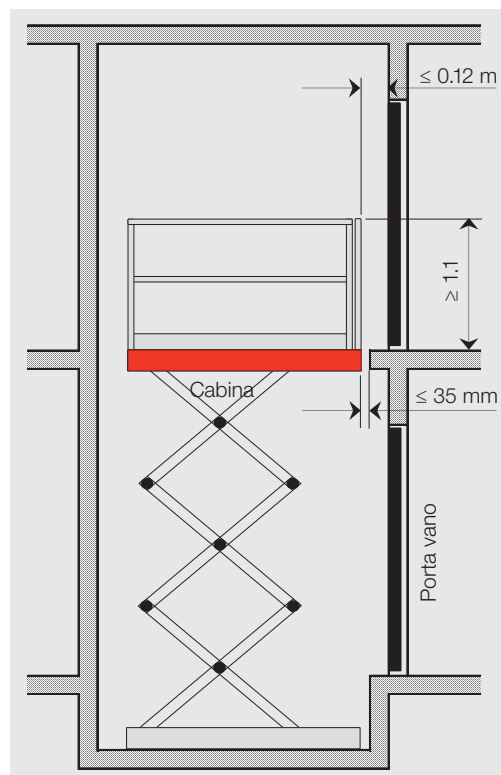

Fig. 1: ascensore per merci con vano a parete piena e porte a tutti gli accessi
1. Il **piano di corsa della cabina** è separato completamente dalla zona circostante mediante un **vano a parete piena**? (Fig. 1 e 2) sì no
2. La **distanza orizzontale tra la soglia della cabina e le soglie delle porte del vano corsa** misura al massimo 35 mm? (Fig. 1) sì no
7. Ogni **accesso** è **dotato di porte**? (Fig. 1) sì
(Ad es. parapetto alto come minimo 1,1 m, vedi fig. 1) sì
(Fig. 1) sì
14. Se la cabina è dotata di porte, la **cabina si mette in moto solo se le porte sono chiuse**? (Fig. 1) sì